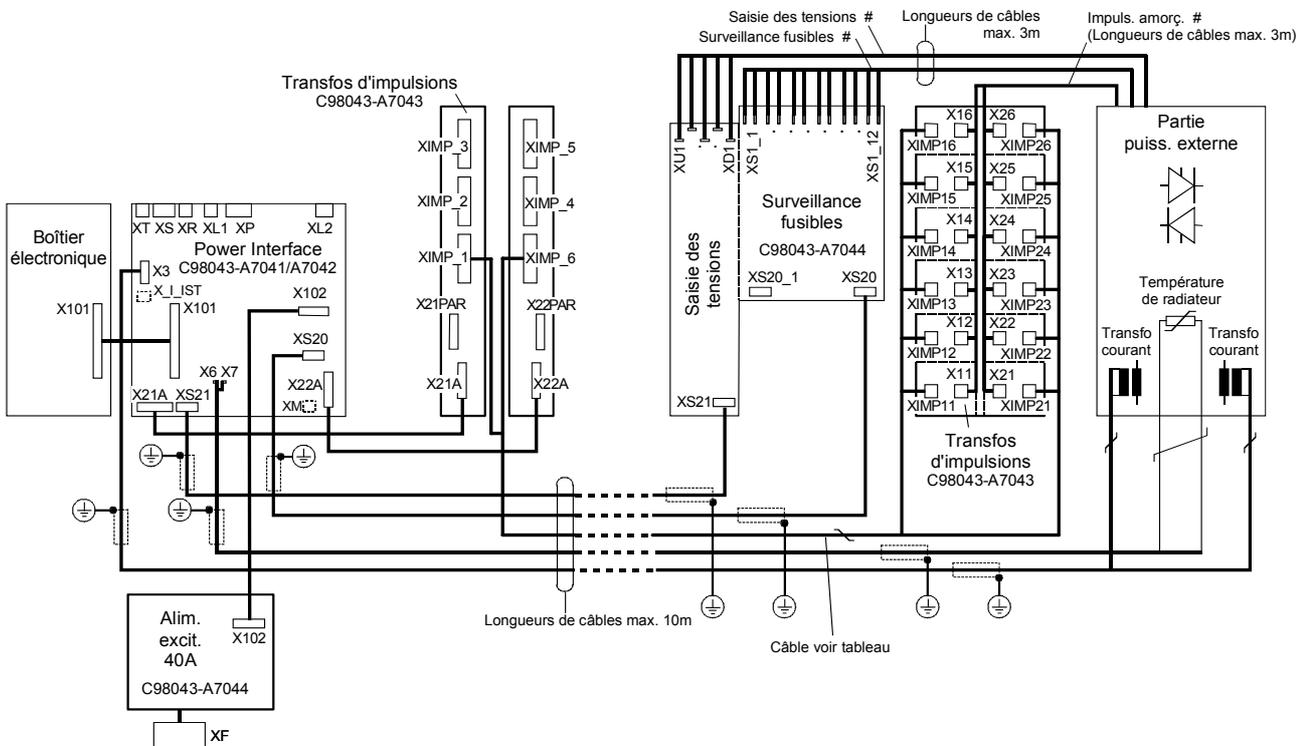

Fig. 6.4.3
3. Demi-boîtier avant et demi-boîtier arrière assemblés l'un sur l'autre ou séparés, cartes C98043-A7043 et C98043-A7044 divisées (transfos d'impulsions, saisie des tensions et surveillance des fusibles implantés sur partie puissance), alimentation d'excitation dans demi-boîtier arrière (Fig. 6.4.3)